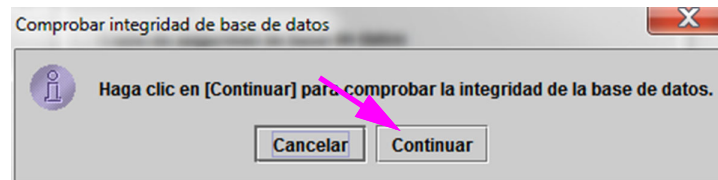

Figura 5-83. Cuadro de diálogo de confirmación Compactar base de datos
2. Haga clic en **Continuar** en la ventana Administración de base de datos. Aparece el cuadro de diálogo de confirmación Compactar base de datos. Consulte la figura 5-83.